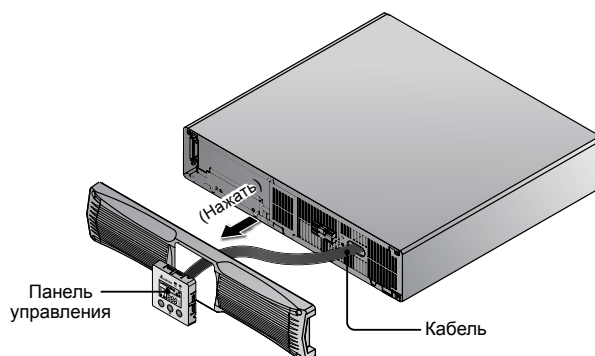

Рис. 8-2. Нажмите сзади на панель управления
- 2 Из-под пластмассовой передней панели осторожно нажимайте на панель управления, пока она не выйдет вперёд. Будьте внимательны, не повредите кабель, соединяющий панель управления с разъёмом внутри ИБП. См. **Рис. 8-2**.